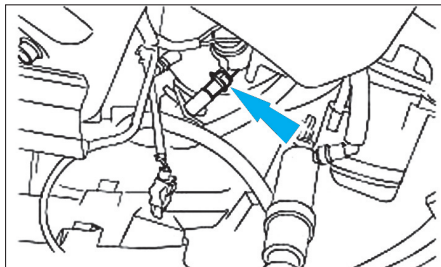

Fig. 82
- Débrancher le flexible de lave-phares de la pompe de lave-phares (le cas échéant) (Fig.82).